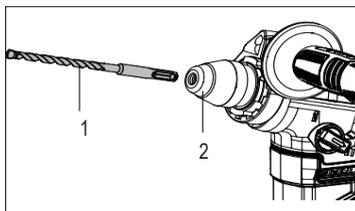

Рис.6
Чтобы вынуть оснастку, потяните юбку патрона (2) вниз до упора и вытащите оснастку (1) (Рис. 6).